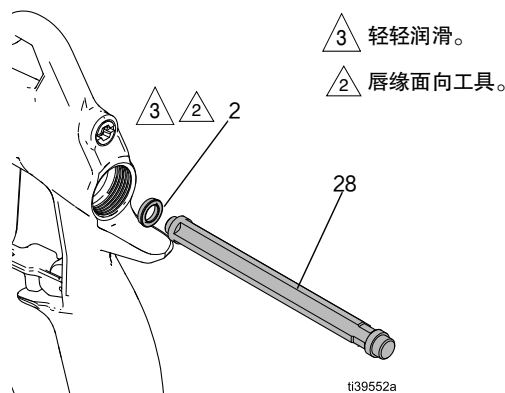

图 47: 安装 U 形杯
3. 卸下喷枪扳机 (9) 以从喷枪前部接触 U 形杯 (2)。参见**卸下扳机**、第 30 页。
4. 使用细金属镐或平头螺丝刀将 U 形杯 (2) 从喷枪前部推出喷枪后部。
**注意：**拆卸会损坏 U 形杯 (2)。不能重复使用。
5. 将新的 U 形杯 (2) 放在密封件安装工具 (28) 上、使 U 形杯唇面向工具。参见图 47。
6. 用力将 U 形杯 (2) 推入喷枪后部、直到 U 形杯 (2) 卡入到位。
7. 安装喷枪扳机 (9)。参见**安装扳机**、第 30 页。